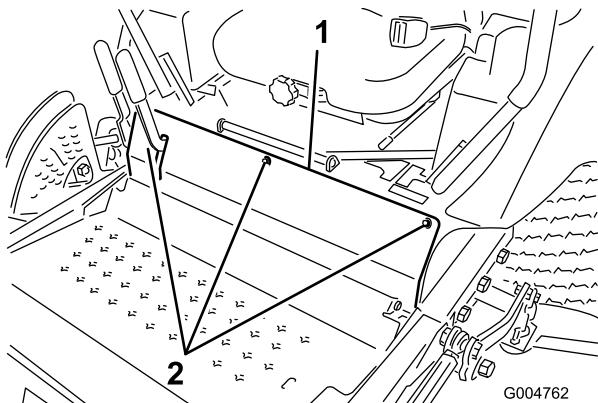

Figura 60
- Afloje los pernos del panel delantero y retire el panel (Figura 60).